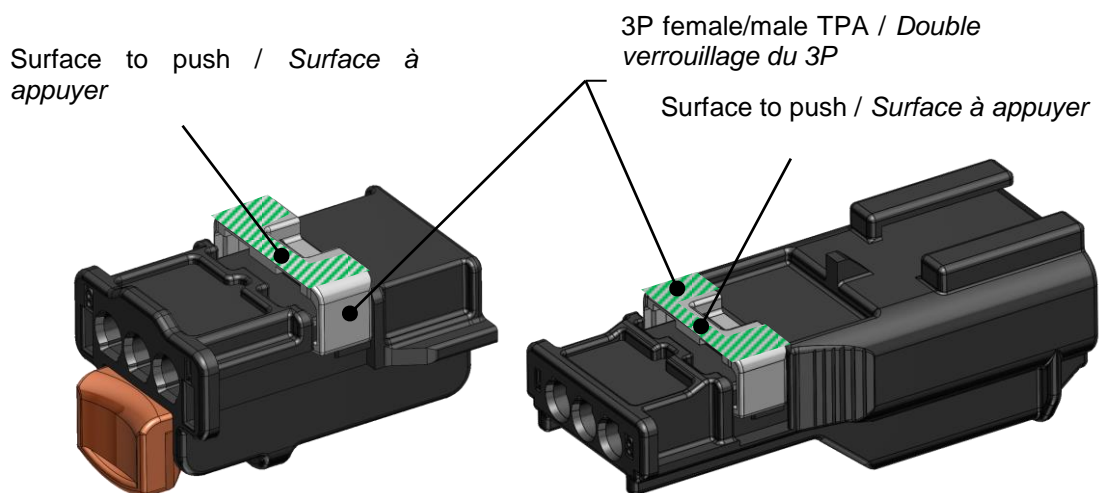
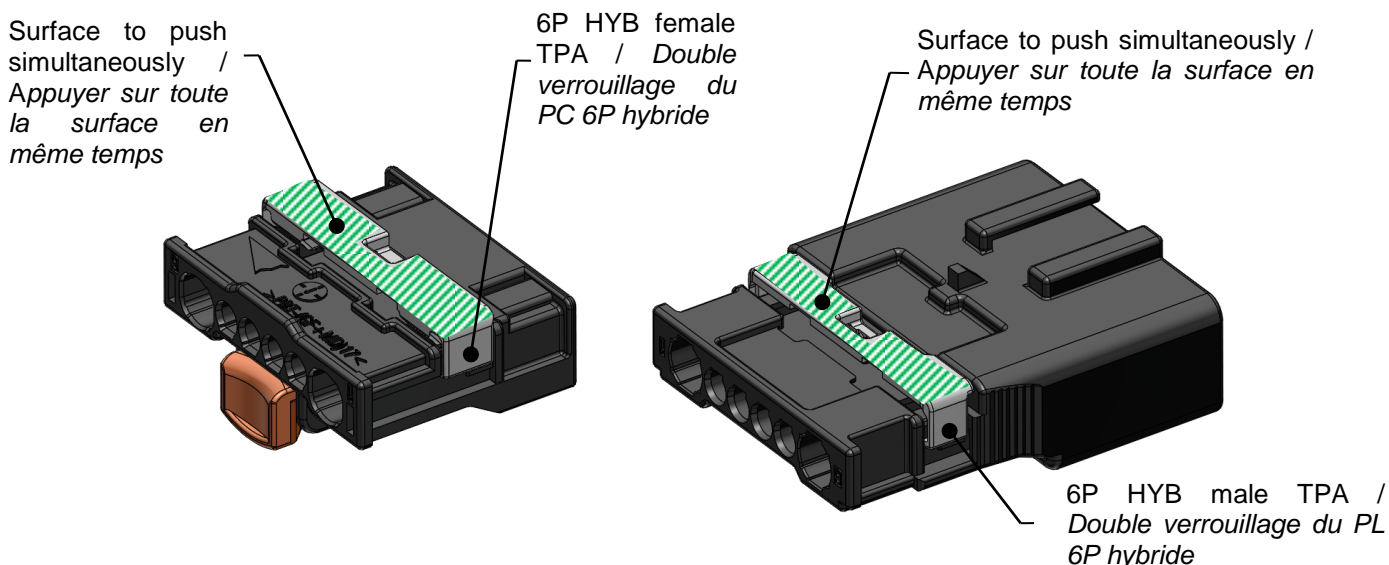

Figure 30 Small connector - 3P TPA / Petit connecteur – Double verrouillage du 3P
Figure 31 Big connector - 6P hybrid TPA / Gros connecteur – Double verrouillage du 6P hybride
Make sure to push the TPA on entire hatched surface to lock it in the right position, as shown on Figure 30 and Figure 31.
*S'assurer de pousser sur la surface hachurée du double verrouillage afin de le verrouiller en bonne position comme montré en figure 30 et figure 31.*